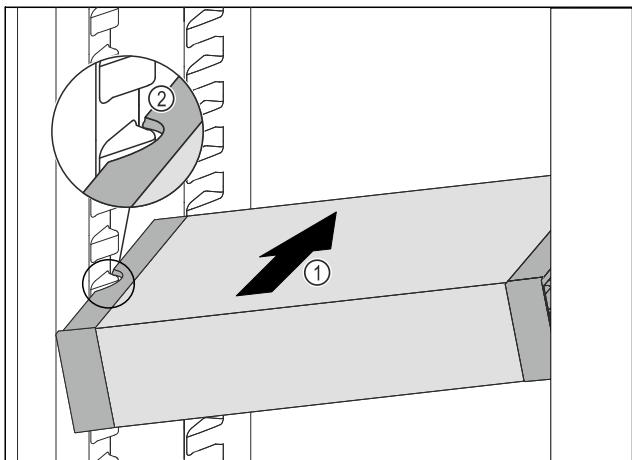

Fig. 56
- Вдвигайте VarioSafe под наклоном в холодильное отделение Fig. 56 (1), пока боковые выемки Fig. 56 (2) VarioSafe не окажутся на высоте выступа резервуара в холодильном отделении.